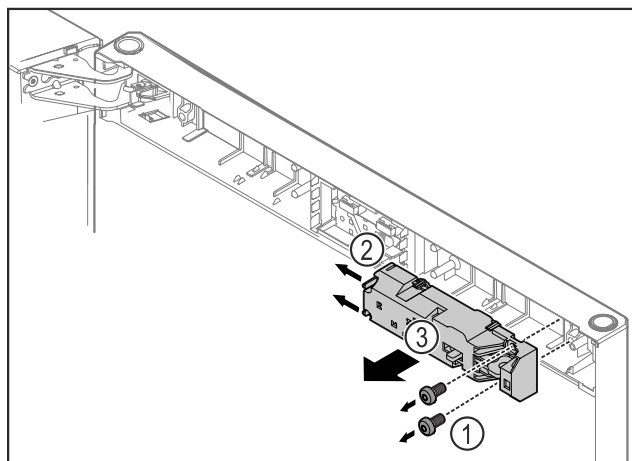

Fig. 12
- ▶ Odstranite vijake Fig. 12 (1).
- ▶ Zaklepni zatič Fig. 12 (2) potisnite v stran in snemite daljinski zaklepni element Fig. 12 (3).